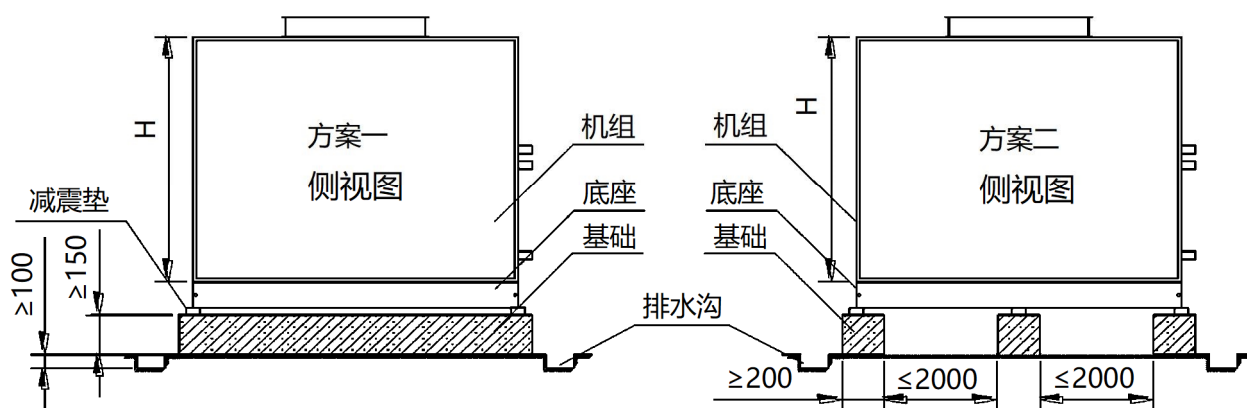

图2.3 机组基础设置要求示意图
- (1) 基础的水平度将对机组的安装、运行产生直接影响。如基础不平，会使安装困难，保温板接缝过大漏风，冷凝水排放不畅，风机安装倾斜导致不平衡等。本公司建议机组基础平整度误差不高于 $\pm 3\text{mm}$ 。吊式安装的机组同样需保证机组的水平。
- (2) 基础可用混凝土浇注或槽钢焊接制作，焊接时要保证槽钢表面平直。基础的高度不低于2.3.4章节中的规定。基础的四周应留有地沟、地漏，方便冷凝水及冲洗机组污水的排放。基础设置见图2.3，方案一跟方案二均可，根据实际情况选择。
- (3) **落地安装的机组应确保楼面的承重能力，为减少震动，务必在机组底座下放置减震胶垫。**
具体落地安装基础尺寸设置要求如图2.3所示：